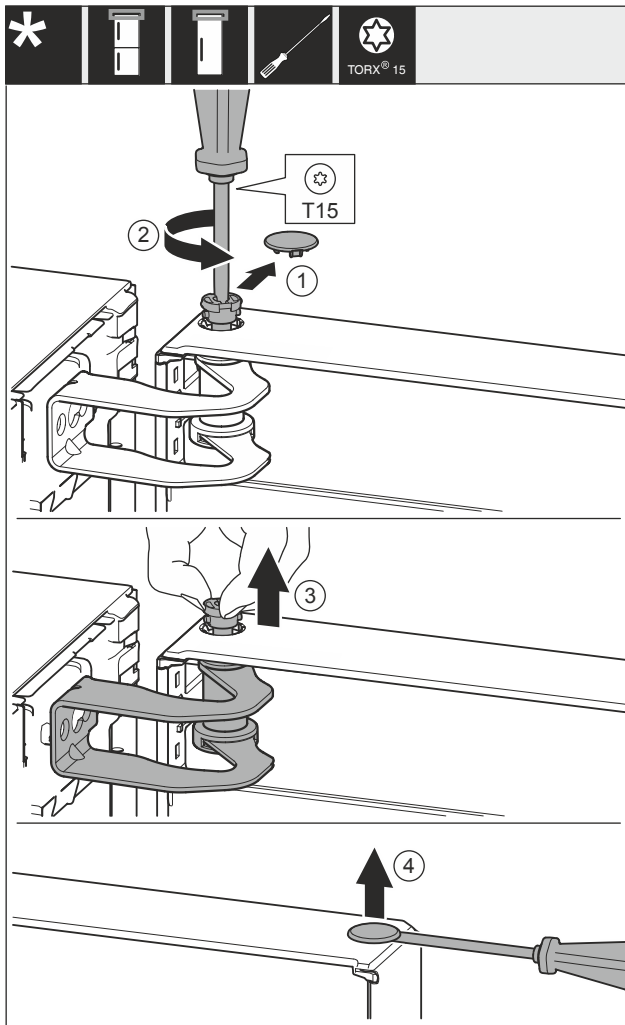

Fig. 15
- ▶ 小心地移除盖板 Fig. 15 (1)。
- ▶ 用螺丝刀拧下一枚螺栓 Fig. 15 (2)。
- ▶ 用手指拔出螺栓 Fig. 15 (3)。
- ▶ 用螺丝刀小心地抬起并移除盖板 Fig. 15 (4)。